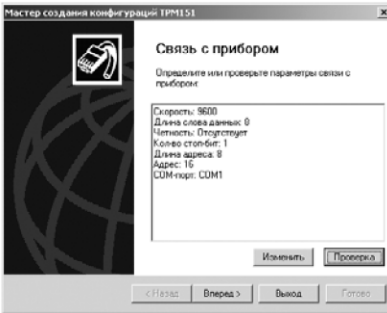

Рисунок 10.1
- 1) **Запустите Конфигуратор** (файл TRM151.exe). Автоматически запустится Мастер конфигураций TPM151, и на экране появится окно «Связь с прибором» (рисунок 10.1). Программа предлагает проверить или изменить сетевые параметры прибора.